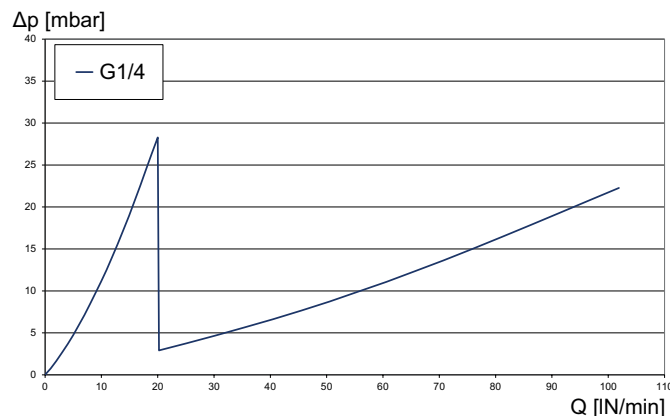

Fig. 6: Diagramme de perte de pression d'un MFM équipé d'un filtre à maille de 25 µm, pour l'air, plage de débit de 0...100 lN/min
- ▶ si le débit est de 55 lN/min, alors la perte de pression d'air Pair telle qu'indiquée dans la fig. 6 est de 10 mbar.